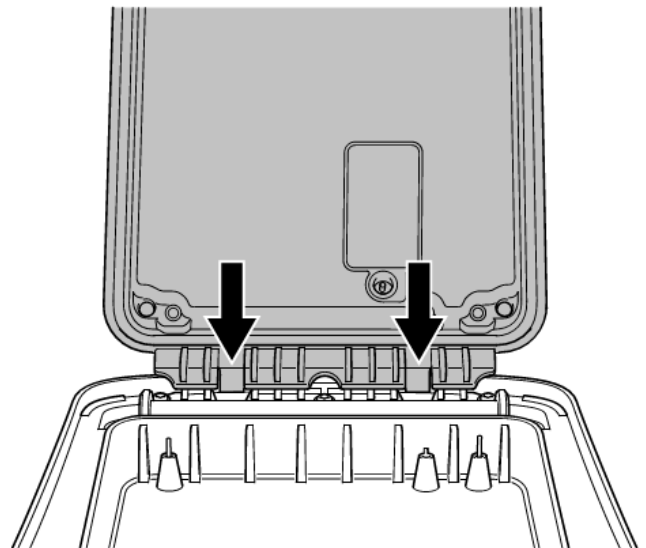

Figura 4.11: Alinee la batería y presione hasta que quede colocado
- 4 Alinee los enganches de las baterías para que coincidan con los huecos correspondientes en el cuerpo del transmisor y presione hasta que quede encajado (Figura 4.11)